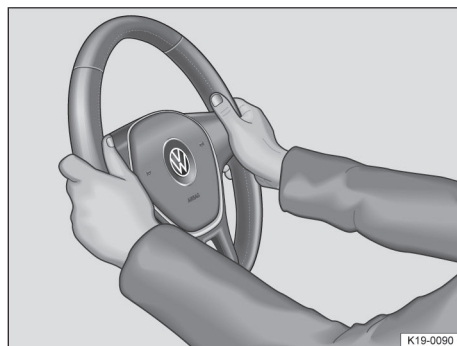

Fig. 85 No volante: posição das 9 e 3h.
- Ajustar o volante de forma que possa ser segurado lateralmente com ambas as mãos, com os braços ligeiramente arqueados, na borda externa, na *posição das 9 e 3h* → Fig. 85.
- Durante a condução, segurar sempre o volante com ambas as mãos lateralmente na borda externa na *posição das 9 e 3h* → Fig. 85 para reduzir ferimentos causados pelo acionamento do airbag frontal do condutor.